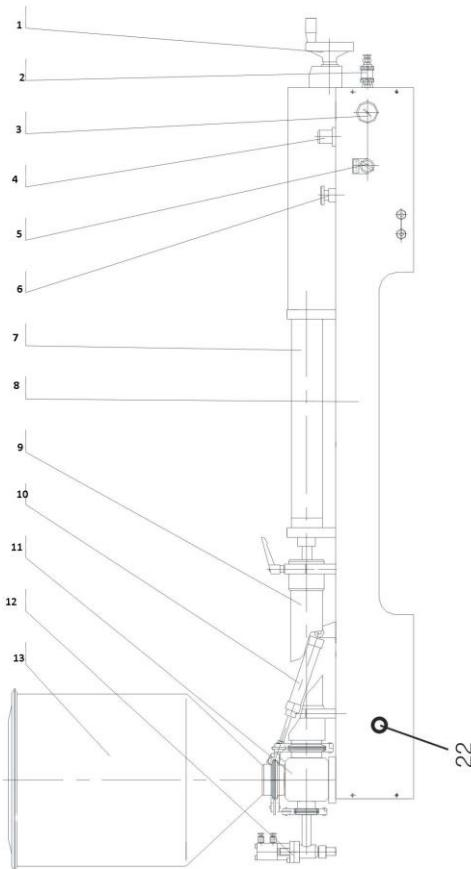

Рис.1 – Дозатор поршневой серии G1WTD, G2WTD, Y1WTD, Y2WTD
1. Установите сосуд с материалом (см. рис.1) в верхней части корпуса клапана (11),
2. Затем зафиксируйте соединительную деталь с помощью анкерных зажимов (10).
5. Откройте источник воздуха (2) (отодвиньте задвижку) (см. рис.1).
6. Установите рабочий режим переключателя (5) на «педаль» (см. рис.1).
7. Нажимайте на педаль, пока материал не потечет из разливочной головки (12) (см. рис.1).
8. Откройте переключатель источника воздуха (2) (см. рис.1).